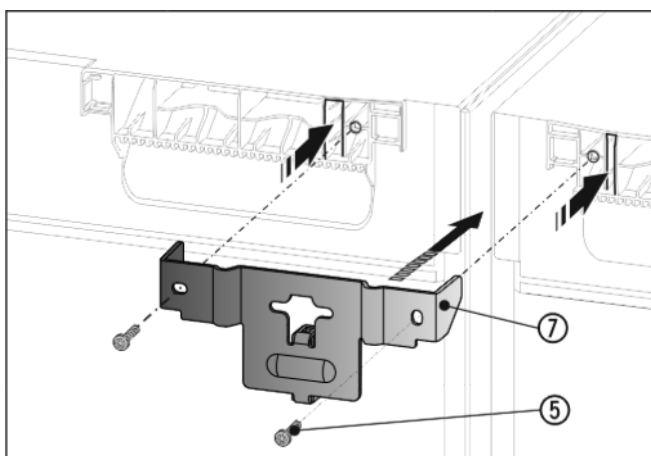

Fig. 9
- ▶ Úhelník Fig. 9 (7) zasuňte rozpěrným kusem mezi přístroje a lištami do víka přístrojů. Pomocí 2 šroubů Fig. 9 (5) pevně přišroubujte.